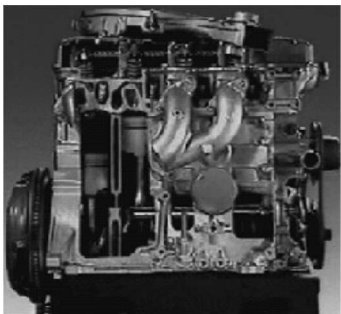

图 1-1-1 直立式发动机
- (1) 单列发动机:直立式发动机(图 1-1-1)、平卧式发动机。